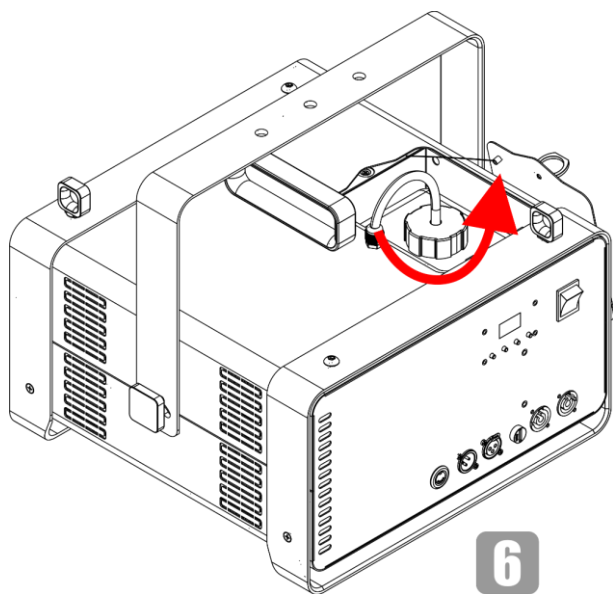

Fig. 13
- 06) Desenrosque la tapa del depósito de fluido como se indica en la Fig. 13.